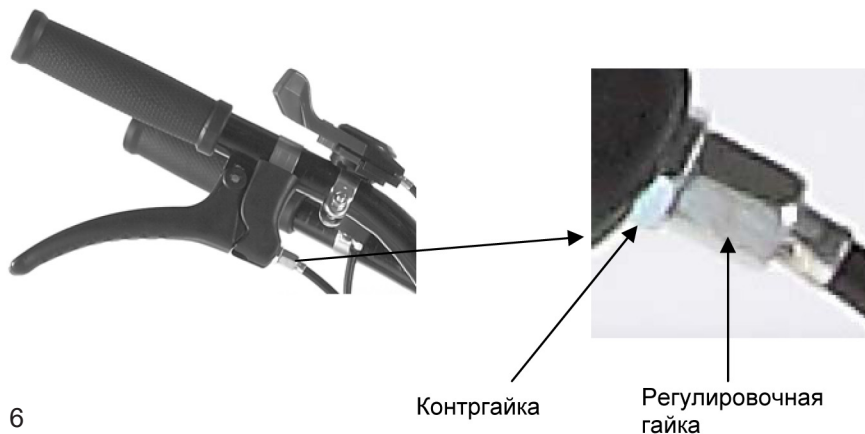

Рис. 6
7. После запуска мотоблока, в случае необходимости, отрегулируйте натяжение тросика сцепления. Для этого ослабьте контргайку (рис. 6). Отрегулируйте натяжение тросика сцепления регулировочной гайкой. Для ослабления натяжения тросика закручивайте гайку по часовой стрелке, для натяжения – откручивайте регулировочную гайку против часовой стрелки. После регулировки затяните контргайку.